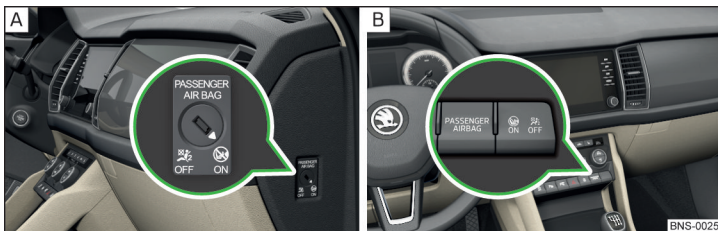

Fig. 24 Conmutador de llave para el airbag lateral del acompañante/Testigo para el airbag delantero del acompañante
El airbag frontal del acompañante se puede desconectar con el conmutador de llave » fig. 24 de la pág. 29 - [\[A\]](#).
Posiciones del conmutador de llave » [fig. 24 - \[A\]](#)
**OFF** El airbag frontal del acompañante está apagado - después de encender la conexión ilumina el testigo de control **OFF** » [fig. 24 - \[B\]](#)